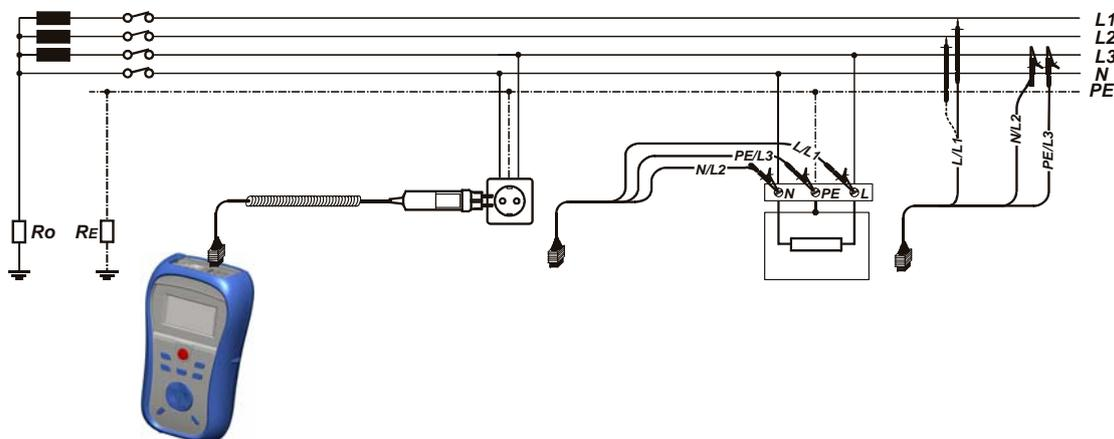

Bild 5.27: Leitungsimpedanzmessung Phase-Nullleiter oder Phase-Phase – Anschluss des Plug Commanders (Netzsteckeradapter) und des Universalprüfkabels
- Schließen** Sie die Prüflitungen am Prüfling an (siehe Bild 5.27).